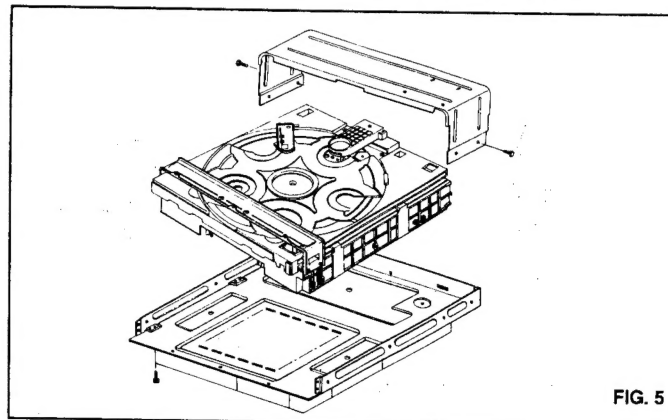

FIG. 5
5. CD-PCB & CHANGER - FIG. 5 -